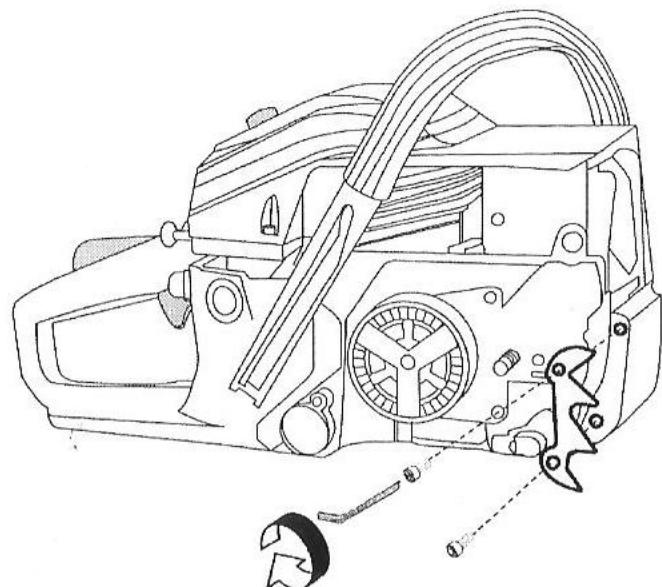

Рис. 3
3. Выровняйте зубчатый упор (10) по отверстиям в корпусе прибора. Зубцы должны быть направлены вниз.
4. Закрепите его при помощи двух крепежных болтов (35) (Рис. 3). Затяните болты с правильным моментом.